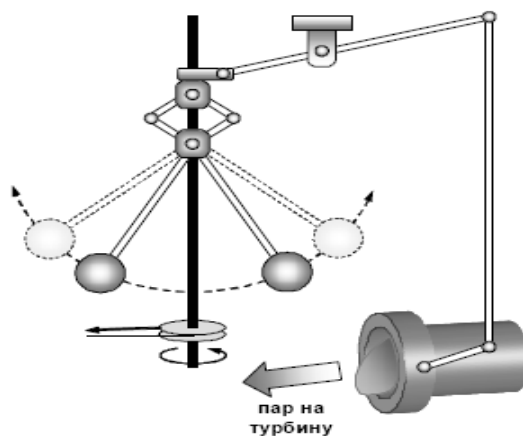

Рис.1
*Регуляторы* могут быть построены на разных принципах. Самый знаменитый из первых механических регуляторов – центробежный регулятор Уатта для стабилизации частоты вращения паровой турбины (Рис.1). Когда частота вращения увеличивается, шарики расходятся из-за увеличения центробежной силы. При этом через систему рычагов немного закрывается заслонка, уменьшая поток пара на турбину. Регулятор температуры в холодильнике или термостате – это электронная